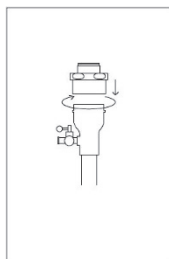

図3
- (1) 穿刺前に気腹を施す。
- (2) 挿入目的部位に本品を穿刺するための皮膚切開を行う。その際、カニューラを皮膚に押し当て、丸く残った跡を目安に切開を行うと、カニューラのサイズに対して適切な皮膚切開を行うことができる。
- (3) スムースタイプのカニューラを使用する際、アンカースレッドを装着することで腹壁への固定が向上する。
- (4) カニューラに適切なサイズのバルブを装着する。その際、サイズ10-10/12mmのバルブ、バルブリデュースーについては時計回りに「カチッ」と音がするまで回転させ、固定されたことを確認する(図3参照)。